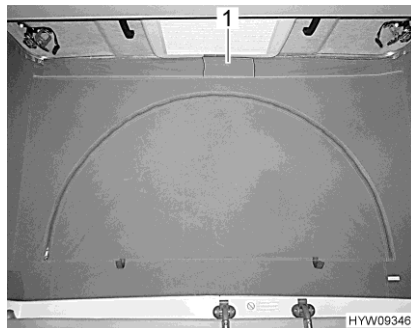

Bild 21 Ventilation (stängt)
- Lossa på tygremmens kardborrband (Bild 21,1) under det uppfällbara taket. Bakom tygremmen finns ett metalltrådsnät som insektskydd.